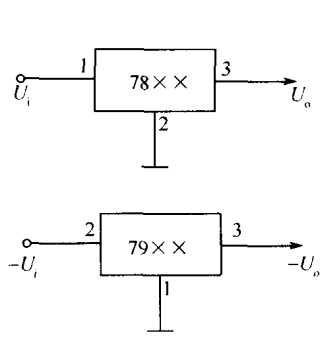

图 1-1-9 三端集成稳压器
(1)三端集成稳压器如图 1-1-9 所示,78××是正输出电压稳压器,79××是负输出电压稳压器。 U_i 为非稳压输入端, U_o 为稳压电压输出端。